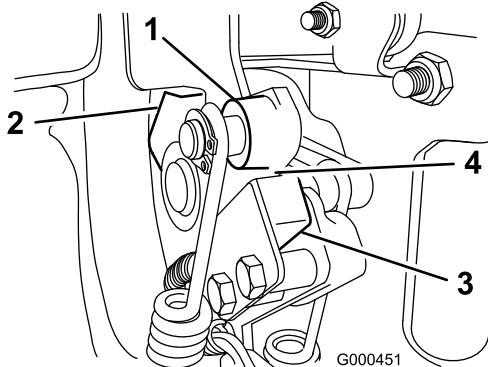

Figura 29
2. Engrane la palanca de tracción hasta que entre en contacto con el tope de punto muerto (Figura 29).
3. Afloje las fijaciones del interruptor de seguridad (Figura 29).
4. Coloque un suplemento de 0,8 mm de grosor entre la palanca de tracción y el interruptor de seguridad (Figura 29).